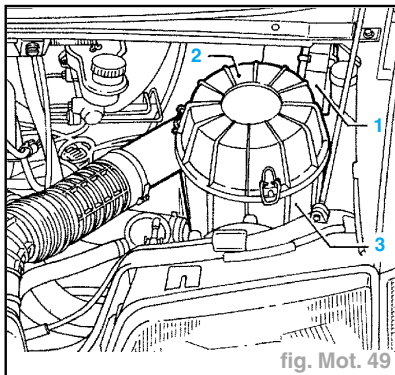

fig. Mot. 49
- La centrale électronique (1) est logée dans le compartiment moteur, à côté du filtre à air (3) (fig. Mot. 49).